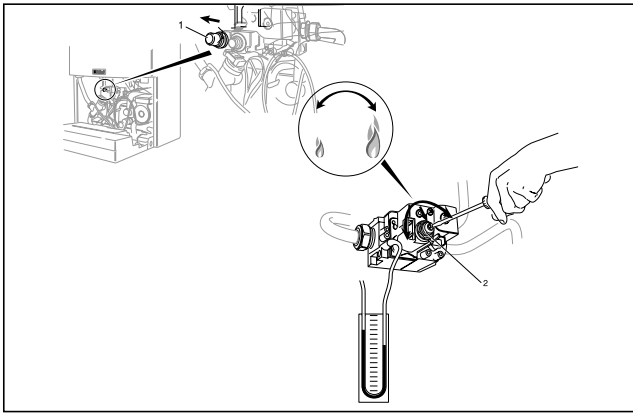

图 9.4 点火流量的设置
9.5 调节燃气点火流量(参见图 9.4)
- 用一字螺丝刀调节螺母内的螺丝(见图 9.4)。